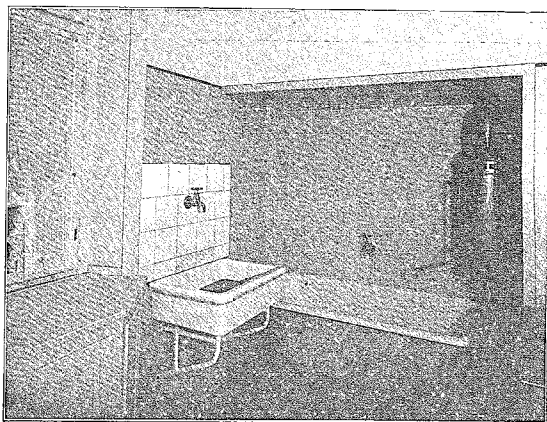

Abb. 5. Küche im 7-Wohnungenhaus mit Speiseschrank und Badewanne. (Grundriß siehe Abb. 4)
Der beistehende Grundriß (4) stellt wohl in bezug auf die Anordnung des Bades und der Speisekammer die Anordnung dar, die den geringsten Platz erfordert. Da die Gartenfront fast reine Nordlage ist und nur im Hochsommer ganz wenig Westsonne erhält, so konnte die Speisekammer als schrankartiger Einbau unter der Fensterbrüstung angeordnet werden (vgl. Abb. 5), während für das Bad eine Nische an der Küche, die im Rohbaulichten genau 1,70 m lang ist, vorgesehen wurde (vgl. Abb. 5). Die Nische konnte nicht tiefer gemacht werden, weil die Frankfurter Bauordnung vorschreibt, daß die Wand des dahinterliegenden Klosetts nicht mehr als 2 m hinter der Außenlinie der Umfassung zurückliegen darf. Die Bereitung des warmen Wassers erfolgt durch Wand-Gasbadeöfen. So mancher Hygieniker mag gegen diese Anordnung (vgl. Abb. 5) des Bades in der Küche etwas einzuwenden haben, aber ein recht gebildetes Ehepaar, das eine dieser Wohnungen bewohnt, versicherte mir, daß es nach seiner wohnungslosen Zeit diese Anordnung als recht praktisch empfinde und auch die übrigen sechs Mietparteien in diesem ausgeführten Haus sind mit dieser Anordnung vollkommen einverstanden.